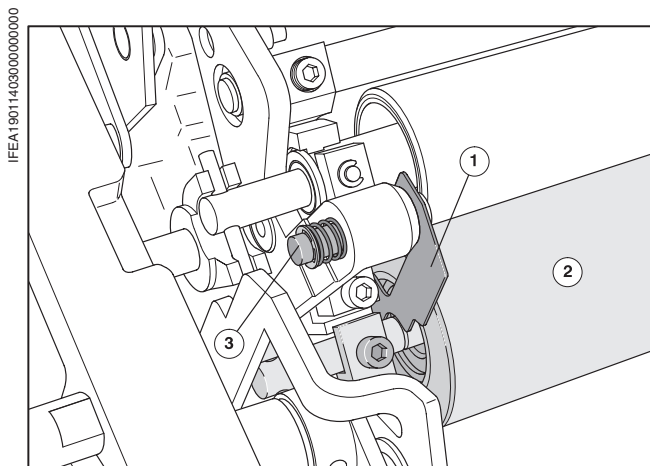

Рис. 8 Уплотнители аппарата увлажнения
Боковые уплотнители (Рис. 8/①) имеются **только в аппарате увлажнения ПС 1**. Они уплотняют зазоры сбоку между накатным валиком увлажнения и погружным валиком. Их нужно **ежедневно** вынимать и **очищать**.
Перед демонтажом накатного валика увлажнения необходимо удалить уплотнители (Рис. 8/①).
- ① Закройте защитное ограждение над аппаратом увлажнения.
- ② Откройте защитное ограждение над формным цилиндром.
- ③ Нажмите подпружиненные болты (Рис. 8/③) на боковых стенках аппарата увлажнения к середине машины.
- ④ Вытащите уплотнитель (Рис. 8/①) вверх и при этом поверните его в направлении формного цилиндра.
- ⑤ Таким же образом вытащите уплотнитель на другой стороне.
- ⑥ Почистите уплотнители.
- ② Нажмите подпружиненные болты (Рис. 8/③) на боковых стенках аппарата увлажнения к середине машины.